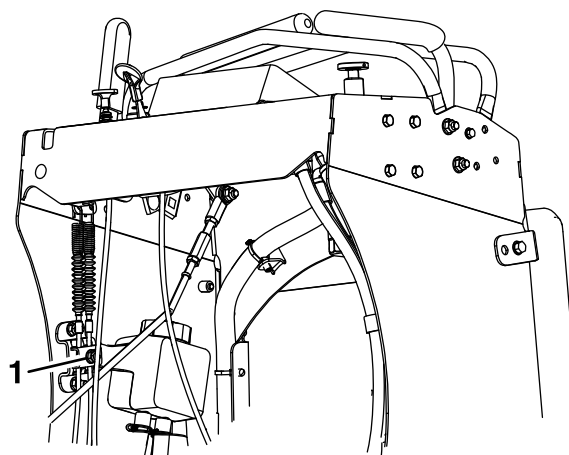

Figure 47
4. Desserrez le collier des câbles de frein sous la console (Figure 47).